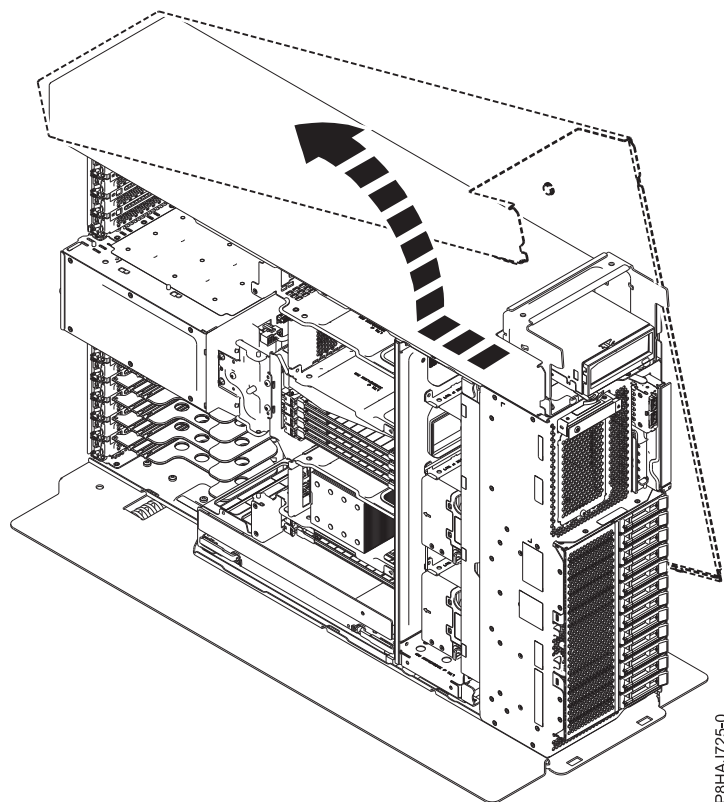

Figura 30. Removendo a tampa lateral do 8286-41A
5. Arraste a tampa lateral para fora do sistema na direção que é mostrada no Figura 30.